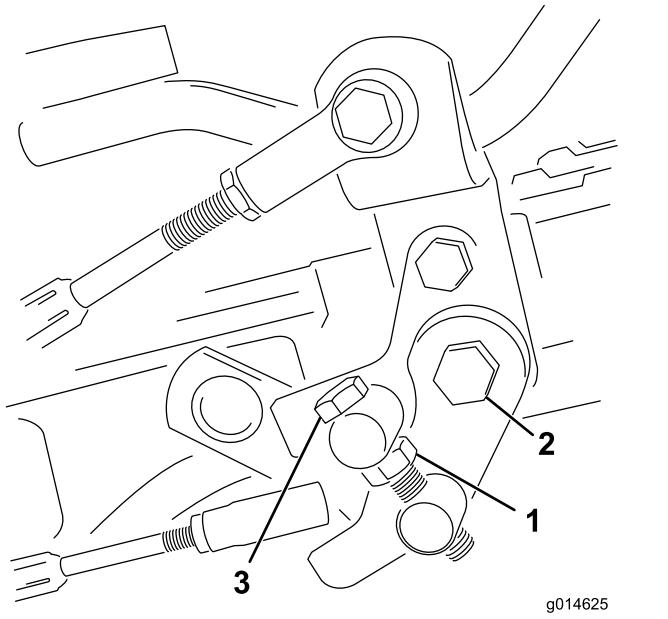

Figure 37
1. Desserrez l'écrou de blocage sur le boulon de tourillon (Figure 37).
| 4. Serrez l'écrou de blocage sur le boulon de tourillon et l'écrou sur le pivot de la pédale pour bloquer le réglage (Figure 37). Vérifiez le réglage et ajustez-le si nécessaire. | |